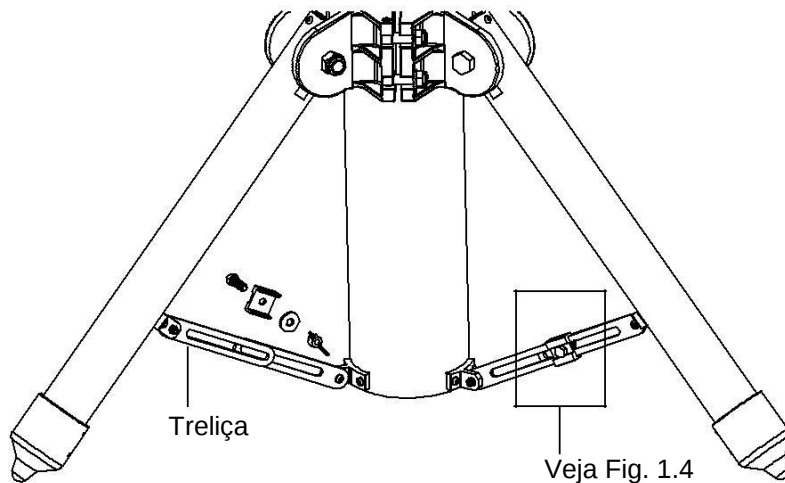

Fig. 1.1d
- Aperte o anel de travamento quando o topo do tripé estiver nivelado. (Fig. 1.1d).